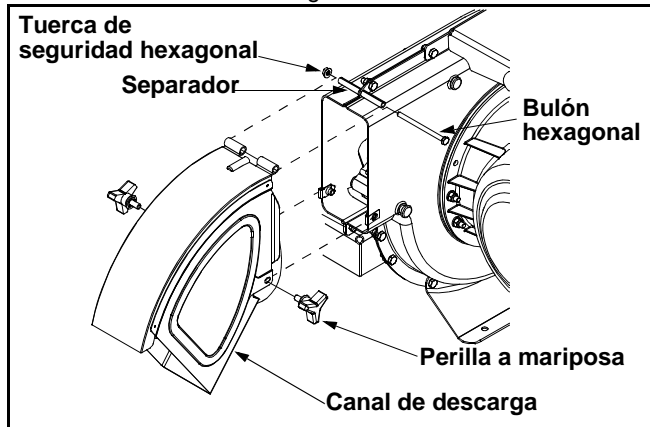

Figura 3
- Saque las perillas a mariposa de los costados de la caja inferior del motor. Ver Figura 3.
- Ponga en línea el canal de descarga en su posición en la abertura de descarga e inserte el bulón hexagonal con el separador a través de la bisagra del canal de descarga (los separadores van dentro de las bisagras). Ver Figura 3.